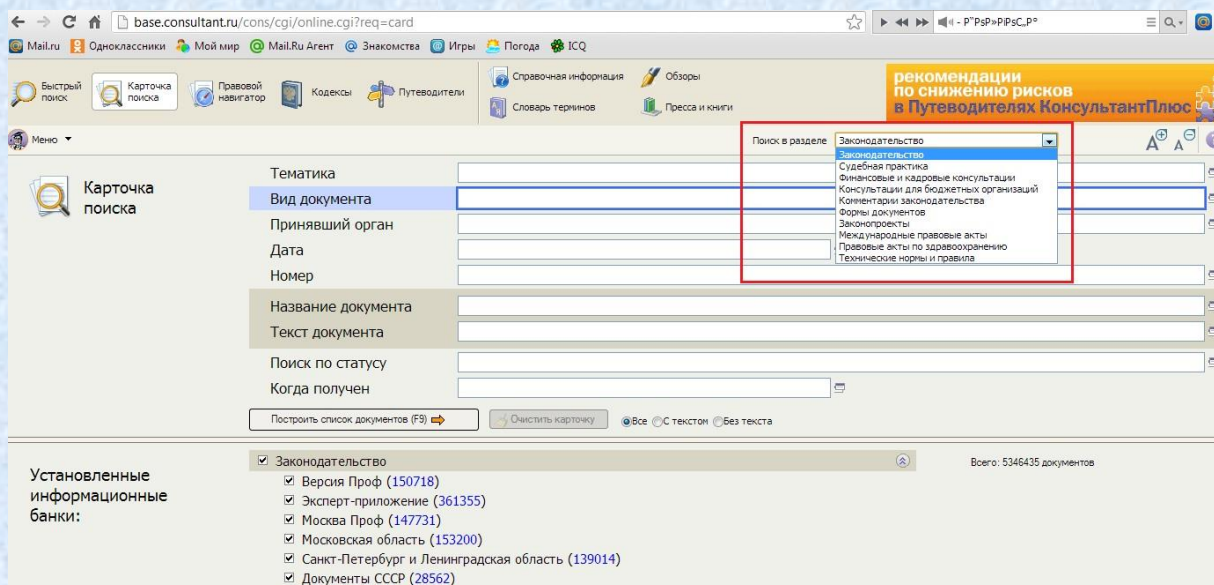

Рисунок 4– Список **Поиск в разделе**
2. До формирования поискового запроса, в окне карточки поиска документов, с помощью списка **Поиск в разделе** можно значительно сузить область поиска (рисунок 4).